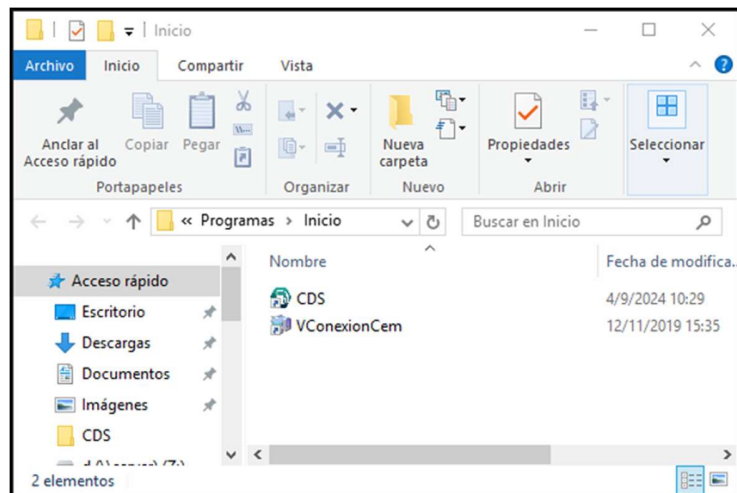

Imagen 4
- “**Cambiar configuración**”: Se regresará a la ventana de configuración (Imagen 4), en caso de que se quiera revisar algún dato y cambiarlo si es necesario.